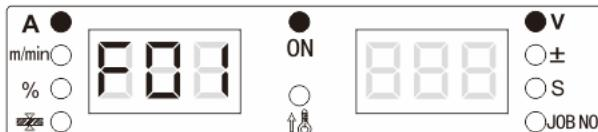

Рисунок 3-31. Отображение функции восстановления заводских настроек F01 на цифровых дисплеях
- Поворотом регулятора панели управления установите выбор функции F01 (см. Рисунок 3-31).